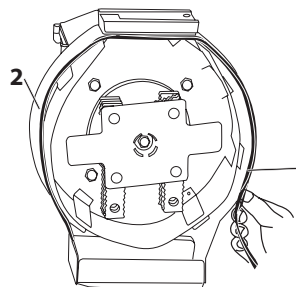

Рис. 5
- Установите резиновый уплотнитель (1) на торец корпуса измельчителя (2) (Рис. 5).